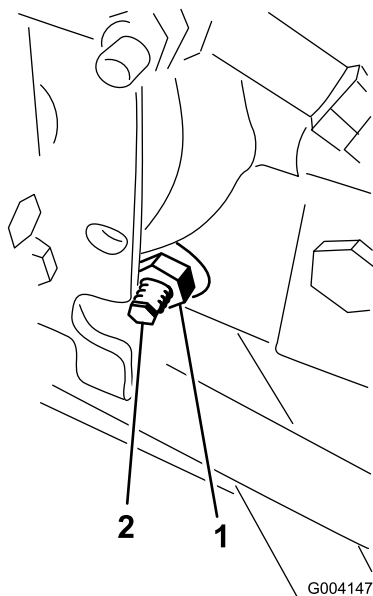

Figura 62
3. Dal lato destro dell'idrostat, allentate il dado di bloccaggio sulla camma di regolazione della trazione (Figura 62).